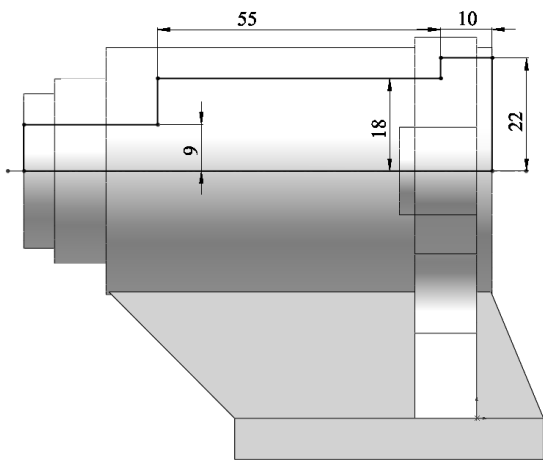

图 13-125 绘制草图 1
**02** 单击“草图”工具栏中的“中心线”按钮和“直线”按钮，绘制草图，如图 13-125 所示。